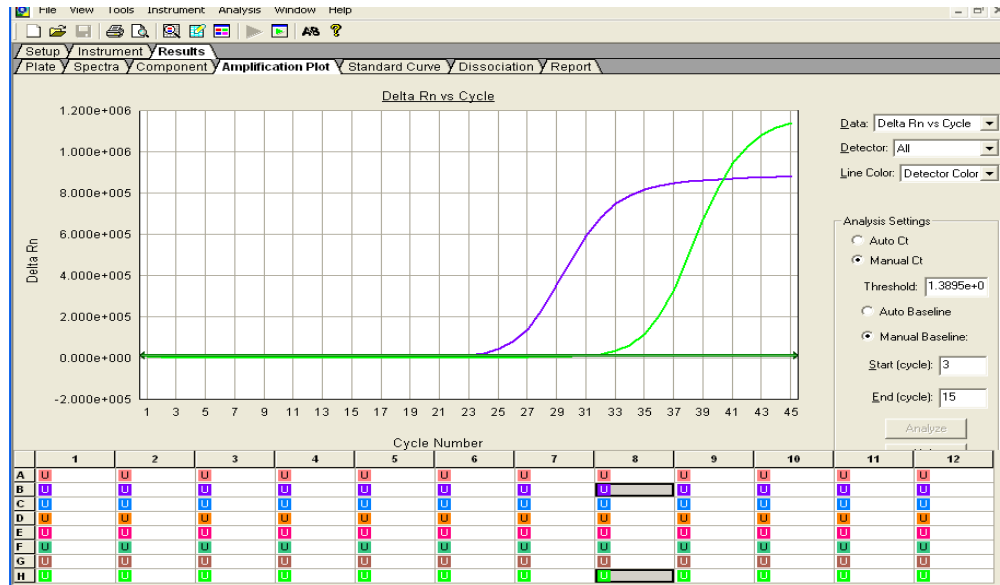

Figura 15.- Muestra positiva para Metapneumovirus (HMPV).
- b) **Metapneumovirus Humano (HMpV)**: Se reportará un resultado positivo al observar una sigmoide en los detectores con **Curva de amplificación “Violeta”**: Fluorocromo para la detección de Metapneumovirus. **Curva de amplificación “Verde Fluorescente”**: Fluorocromo para la detección de RP. (Figura 15).